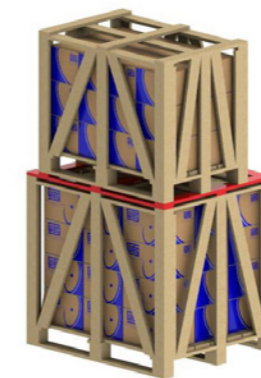

Figura 5.5 - Utilização de sarrafos adicionais para empilhamento.
4) Para o empilhamento de um volume menor sobre um volume maior, acrescentar sarrafos transversais entre os mesmos quando o maior não oferecer resistência ao peso do menor (ver Figura 5.5). Esta situação normalmente ocorre com os volumes dos motores de carcaça acima da IEC 225S/M (NEMA 364/5T).